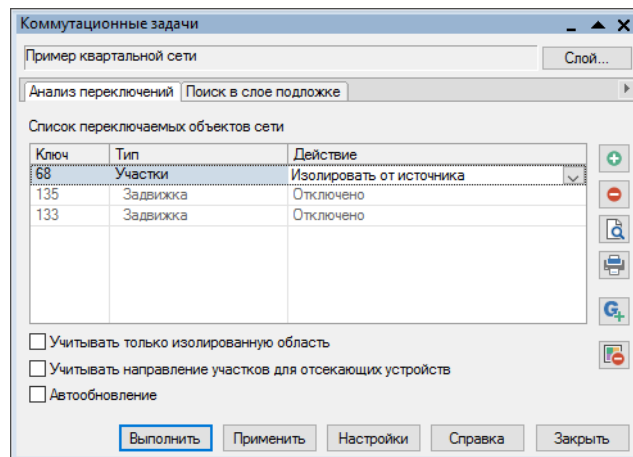

Рисунок 16.6. Работа в окне Коммутационные задачи
6. Выберите в поле Действие необходимый вид переключения (Рисунок 16.6, «Работа в окне Коммутационные задачи»). Этот пункт выполнять при необходимости.